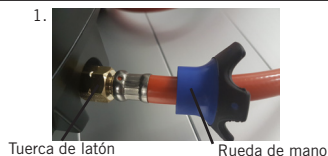

Fig. 3
- Conecte el otro extremo de la manguera de forma segura al aparato que desee accionar, utilizando la llave suministrada para Rueda de mano (Fig. 3).